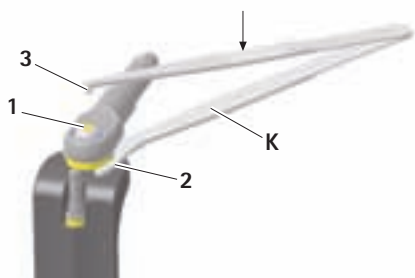

Fig. 5
- Spingere la pinzetta **K** con il lato morso **2** sotto all'attacco e premere con la spina della pinzetta **3** sul perno **1** della valva **D**, vedere Fig. 5.